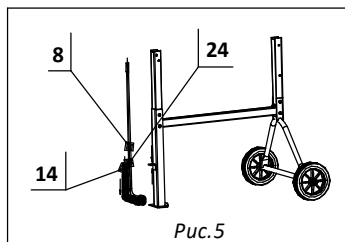

Рис.5
9.3. Установить на ось поз.8 шайбу поз.24, пружину поз.14. Установить ось в сборе с пружиной и шайбой в уголок стойки поз.5, как показано на рис.5.